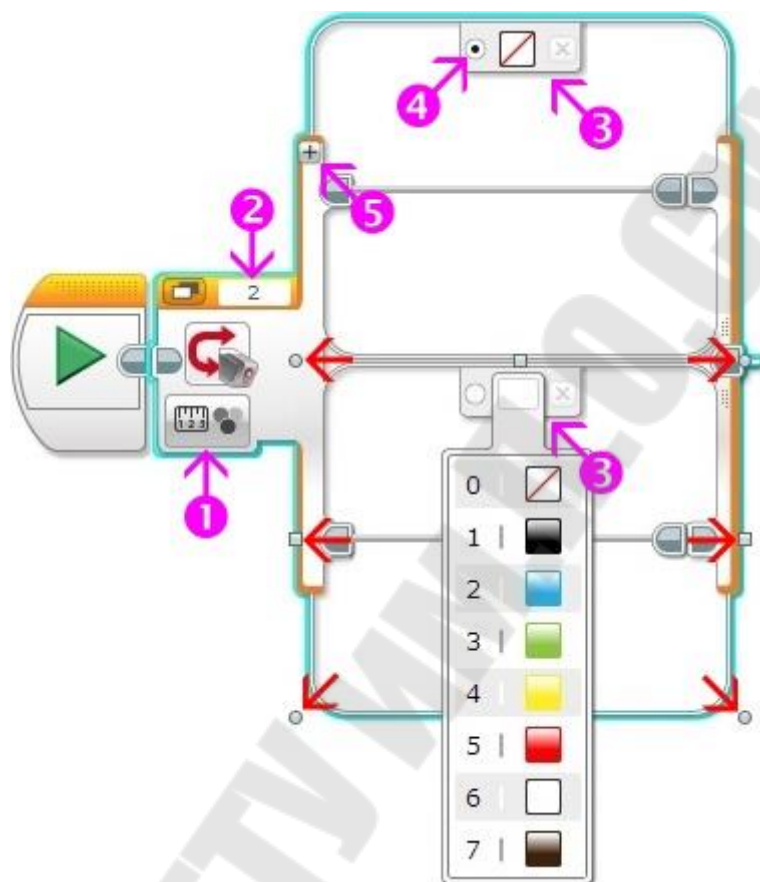

Рисунок 4 – Настройки режимов измерения/сравнения
- выбранный режим устанавливает изображение датчика цвета в блоке (Рисунок 4 поз. 1),
- порт, к которому подключен датчик, отображается в соответствующем поле блока (Рисунок 4 поз. 2),
- в настройках каждого программного контейнера выбирается значение, в соответствии с которым будут выполняться программные блоки, вложенные в этот контейнер (Рисунок 4 поз. 3),
- один из контейнеров должен быть объявленным "Вариантом по умолчанию" - в случае, если значению, полученному от датчика, не соответствует ни один контейнер, то выполняется контейнер, объявленный "Вариантом по умолчанию" (Рисунок 4 поз. 4),
- Кнопка "+" добавляет программный контейнер в блоке "Переключатель" (Рисунок 4 поз. 5),
помощью меток, помеченных красными стрелками, можно самому изменять размеры блока (Рисунок4).